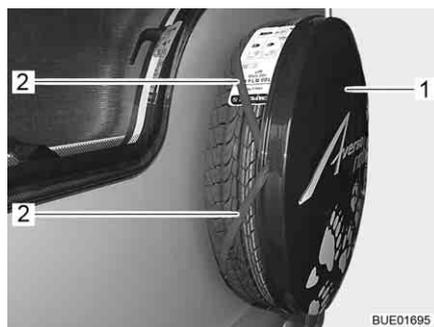

Fig. 232 Placa de cubierta
- Quitar la placa de cubierta (Fig. 232,1). Para esto, retirar las bandas de goma (Fig. 232,2) del neumático.